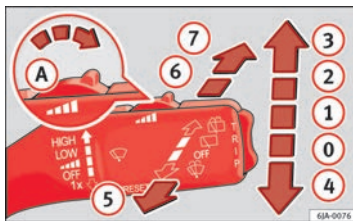

Fig. 65 Leva dei tergicristalli
- Se si desidera pulire **brevemente** il parabrezza spostare la leva verso il basso portandola in posizione ④ ⇒ fig. 65.
- Muovere la leva verso l'alto fino allo scatto ① ⇒ fig. 65.
- Muovere la leva verso l'alto fino allo scatto ② ⇒ fig. 65.
- Muovere la leva verso l'alto fino allo scatto ③ ⇒ fig. 65.
- Tirare la leva verso il volante, posizione ⑤ ⇒ fig. 65, i tergicristalli e lavacristalli si attivano.
- Premere la leva verso destra fino all'innesto ⑥ ⇒ fig. 65, il tergicristallo si aziona ad intervalli di 6 secondi.
- Premere la leva completamente in avanti fino alla posizione ⑦ ⇒ fig. 65, i tergicristalli e i lavacristalli funzionano simultaneamente.
- Rilasciare la leva. Il lavalunotto smette di funzionare mentre il tergilunotto continua per altre 1-3 tergiture (a seconda del tempo di funzionamento dell'ugello). **Rilasciando la leva torna in posizione ⑥.**
- Portare la leva nella posizione ⑧ ⇒ fig. 65.
Se sono accesi gli anabbaglianti o abbaglianti e si solleva la leva portando in posizione ⑤ ⇒ fig. 65, si aziona brevemente l'impianto lavafari. L'impianto lavafari si aziona anche ogni dieci volte che si aziona il lavacristallo.
- Premere la leva portandola in posizione ④ ⇒ fig. 65 ⇒ pagina 107, i bracci dei tergicristalli si mettono in posizione di servizio.
- Collegare l'accensione e premere la leva verso la posizione ④ ⇒ fig. 65 ⇒ pagina 107, i bracci dei tergicristalli si mettono in posizione base.